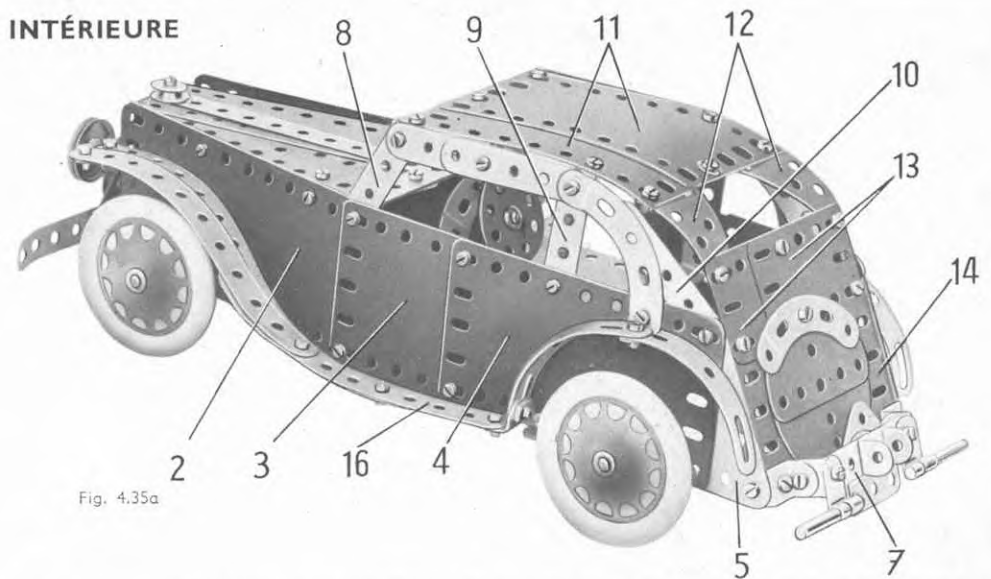
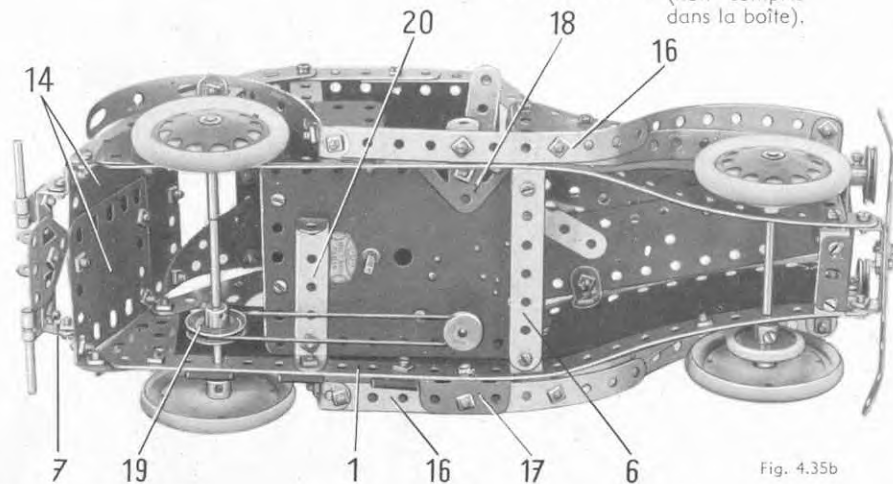

Fig. 4.35a
Fig. 4.35b
Le châssis de la voiture est formé de deux bandes de 25 trous (1) incurvées comme le montre la figure 4.35b. Un des côtés est constitué par une plaque flexible de 14×6 cm. (2), une plaque flexible de 6×6 cm. (3), une moitié de plaque à charnière (4) et une plaque flexible triangulaire de 6×4 cm. (5) (fig. 4.35a).
L'essieu avant est une tringle de 10 cm. qui est tenue dans la carrosserie comme le montre la figure 4.35b. L'essieu arrière est constitué par une tringle de 10 cm. et une de 2,5 cm. réunies par un raccord de tringles, et il porte une poulie de 25 mm. (19). Un moteur N° 1A est boulonné sur la bande (6) et sur une bande coudée 60×12 mm. (20) fixée au châssis. Une poulie de 12 mm. fixée sur l'arbre d'entraînement du moteur entraîne la poulie (19) grâce à une courroie de transmission. La poulie de 12 mm. à moyeu est fournie avec le moteur mécanique N° 1A.